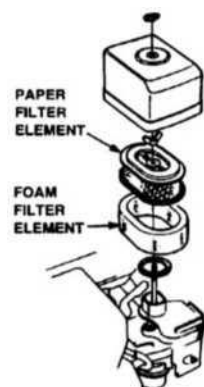

Figure 1 Air Filter
2. Для очистки или замены воздушного фильтра ослабьте гайку на корпусе воздушного фильтра (рис. 1), снимите крышку и выньте картридж воздушного фильтра. Если необходима только очистка воздушного фильтра, подуйте во внутреннюю сторону картриджа воздушного фильтра, перемещая струю сухого сжатого воздуха сверху вниз, пока вся пыль не будет удалена.